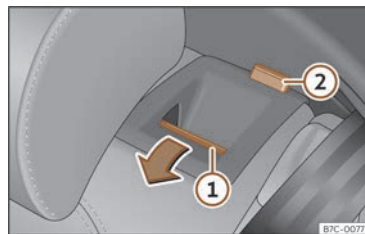

Fig. 68 Bancheta spate: rabaterea și ridicarea spătarului.
- Apăsăți butonul de deblocare >>> **fig. 68** ① către față și în același timp rabatați spătarul. Dacă marcajul roșu al butonului ② este vizibil, spătarul banchetei nu este fixat pe poziție.